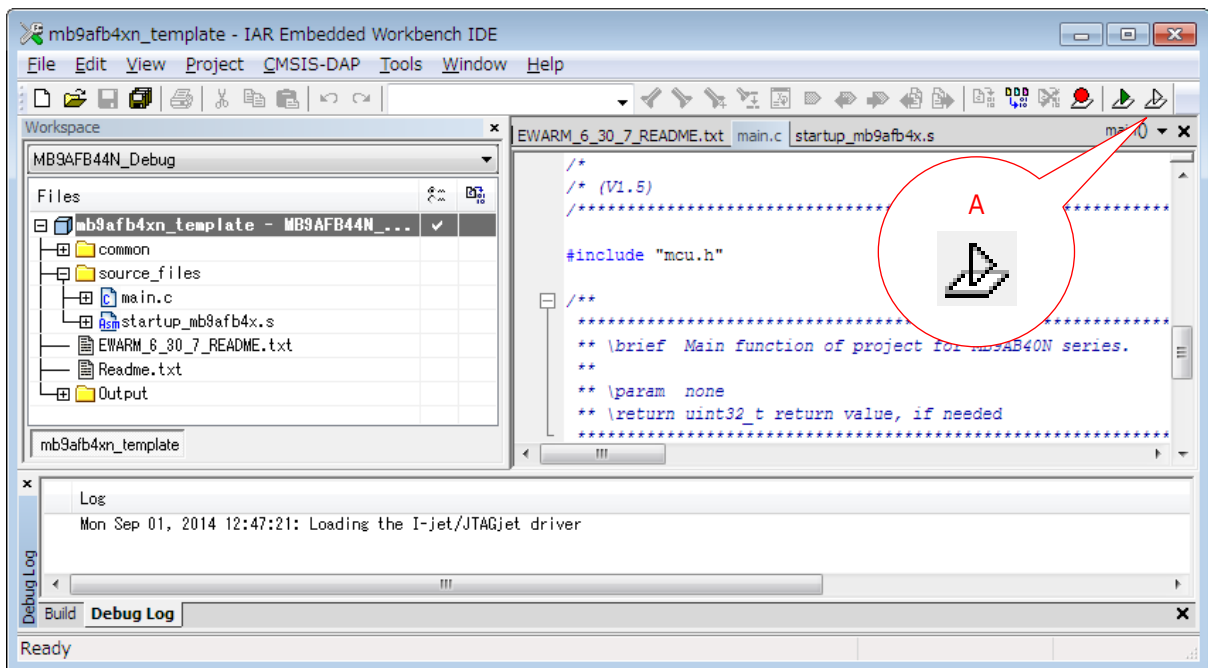

Figure 11
4) Figure 11 で示す(A)のボタンを押すと、バイナリデータをダウンロードせずにデバッグセッションが開始されます。